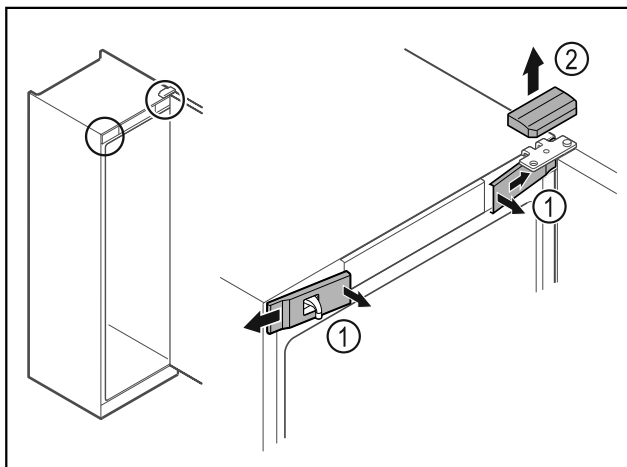

Fig. 10
- Pattintsa ki belül az elülső burkolatokat Fig. 10 (1), és tegye félre.
- Vegye le felfelé a felső burkolatot Fig. 10 (2).